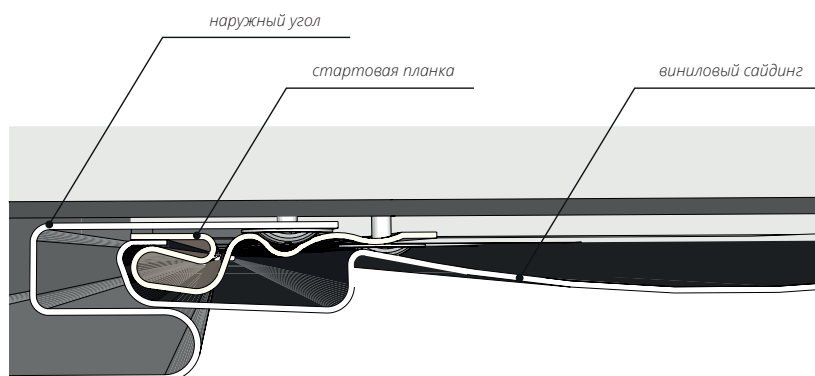

Рисунок 73
**15.1** Установите и смонтируйте первую панель сайдинга, заведя ее в стартовую планку (рис. 73).